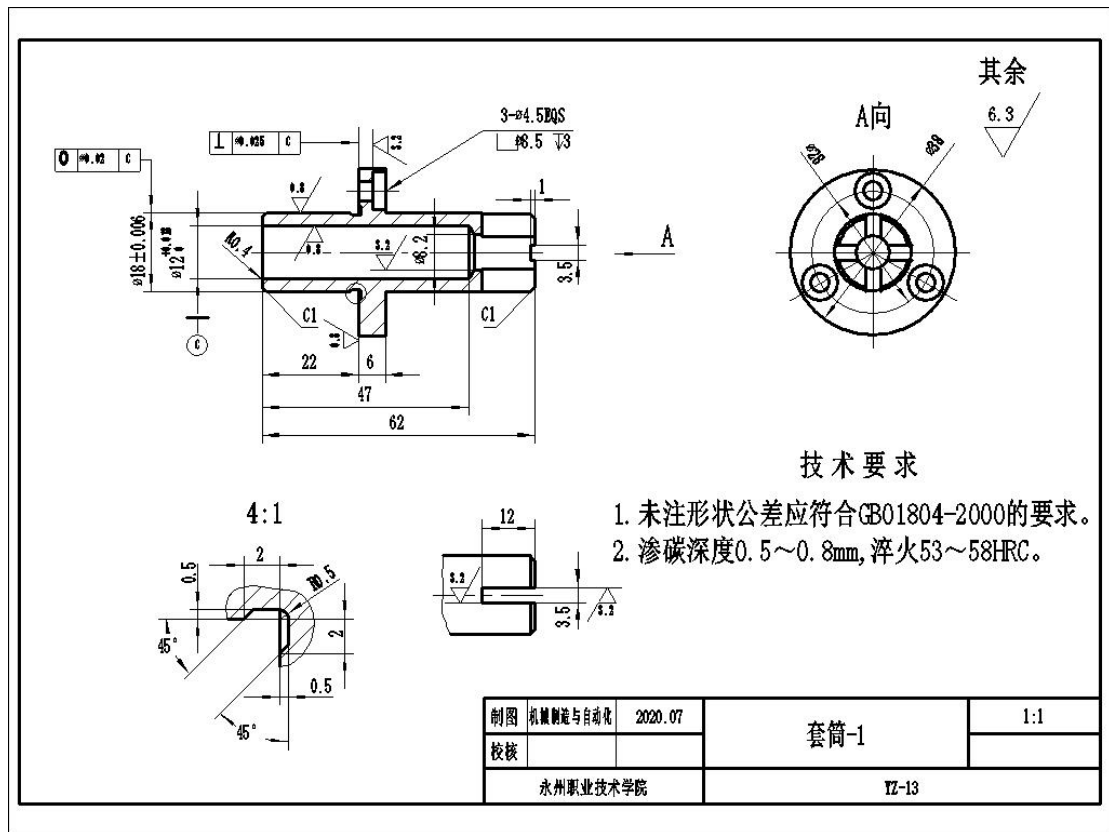

图 3-13 套筒-1 零件图
**任务 1：**识读套筒-1 零件图（如图 3-13 所示），根据零件图要求，利用三维设计软件正确绘制草图，选择合适的特征建模方法完成零件三维造型；